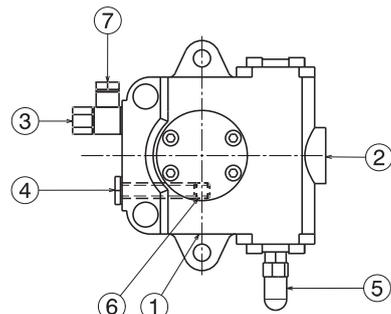

Fig. 20
油泵配有旁路系统可以连接进油管和回油管。油泵安装在燃烧器上时，旁路系统被螺丝 6) (B) 封住 (图 . 20)。需要连接两根软管到油泵上。如回油管关闭且旁路系统螺丝为插入状态，此时运行油泵会立即损坏油泵。拆下油泵入口及回油口的堵头。将所附的密封垫加入到连接管连接到油泵并拧紧。注意安装软管时不要拉伸或扭曲软管。软管应安装在不易被踩踏的位置，不能接触到锅炉的高温表面，亦不能妨碍打开燃烧器进行检修。现在可以用随附的软管接头将软管的另一端与进油管路和回油管路相连接。
- ▶ 启动自吸功能时，松开油泵上的螺丝 4) (图. 20)，排出进油管路中的空气。
#### 图例 (图. 20)
因为油泵出厂前已经注满油，因此可以进行上述操作。如果油泵无油，在启动前可通过真空计 4) (图. 20) 上的开口向油泵注油；否则，油泵会阻塞。
为了调整油泵压力，可调节相关螺丝 5) (图 . 20)。